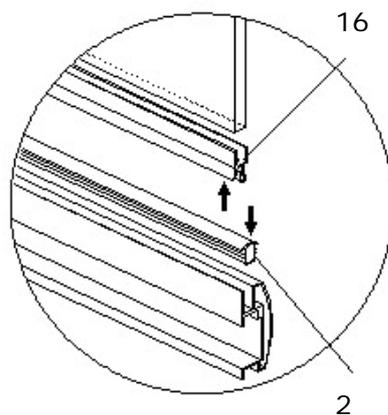

Figuur 7
9. Draai de schroeven in de draaipunten (15) (boven en onder) losser zodat ze nog voldoende steun geven aan de deur. Stel de deur af totdat deze soepel opent en sluit. Draai de schroeven in de draaipunten (15) vast.
10. Boor vervolgens een gat van $\varnothing 3.2$ mm in het vaste profiel scharnierzijde (4) en in het vaste profiel (17), zowel aan de boven- als aan de onderzijde van het profiel. Gebruik de sluitringen en ST4x10 schroeven om de profielen te bevestigen. Druk vervolgens de afdekdopjes op de schroeven, zie figuur 7 en 8.